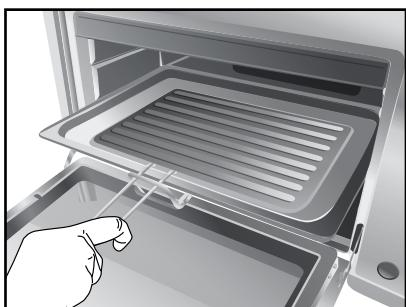

Fig. 2
- Il forno si ferma automaticamente o quando è terminato il tempo di cottura impostato oppure quando la manopola (M) viene riportata in posizione "0". In entrambi i casi, la spia (L) si spegne.
- Staccare la spina dalla presa di corrente, aprire lo sportello e, per evitare di bruciarsi, togliere la griglia (C) o la leccarda (D) utilizzando degli appositi guanti da cucina, nel primo caso, o l'apposita forchetta (A) in dotazione nel secondo (Fig. 2).